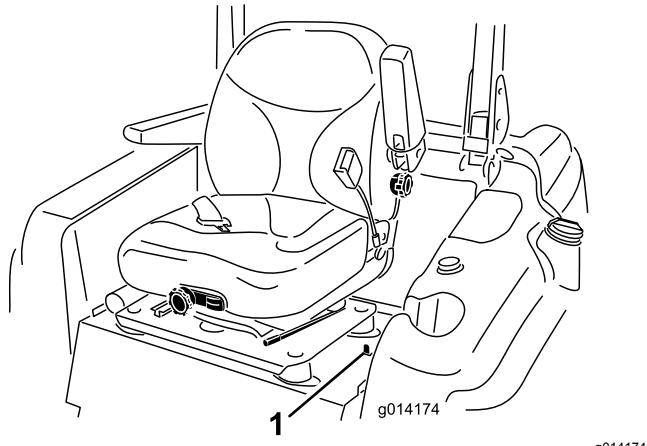

Figura 14
1. Mova o trinco do banco, localizado no lado esquerdo do banco, para trás para soltar o banco e empurre para a frente na parte superior do banco (Figura 14).